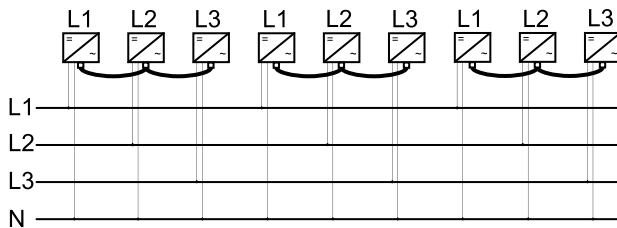

Fig. 2 Installation en groupes de trois branchés en série
- Les convertisseurs PLATINUM forment des groupes comprenant chacun trois convertisseurs (voir Fig. 2)